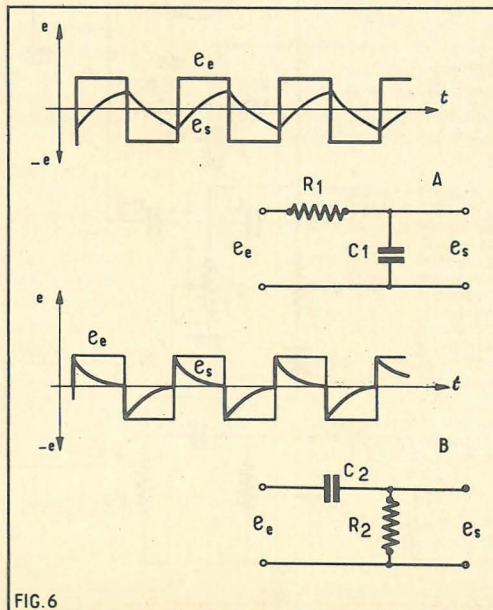

FIG. 6
On pourra partir d'un signal rectangulaire par exemple comme celui de la figure 6 (A) et l'appliquer à un circuit intégrateur $R_1 C_1$. Les tensions montantes et descendantes ne seront plus « verticales » mais courbes. La forme de la tension « intégrée » e_s dépend des valeurs de R_1 et C_1 (fig. 6 A).
De même, un circuit dit **différentiateur** comme $R_2 C_2$ (figure 6 B) peut donner à la sortie, une tension « différenciée » (et non différenciée) e_s qui ressemble à des impulsions. Les tensions en dents de scie peuvent être également modifiées, par « intégration » ou « différenciation » (et non différenciation I)